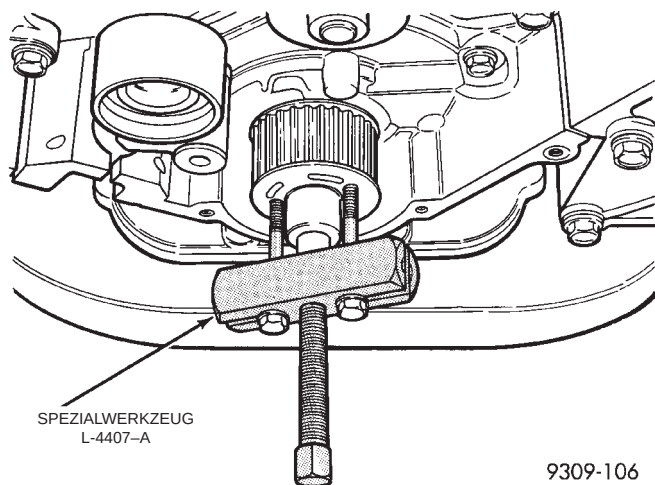

Abb. 77 Kurbelwellenrad—Ausbau
- (1) Zahnriemen abnehmen. Siehe hierzu betreffenden Arbeitsgang in diesem Kapitel.
- (2) Kurbelwellenrad mit Spezialwerkzeug L-4407-A abbauen (Abb. 77).